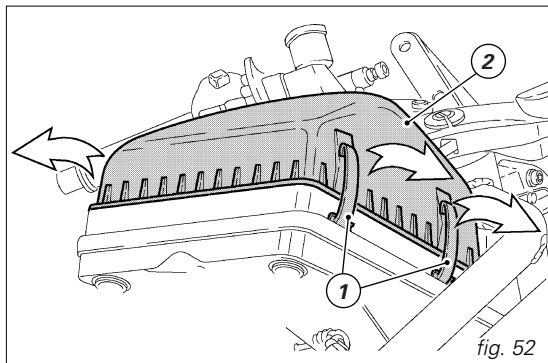
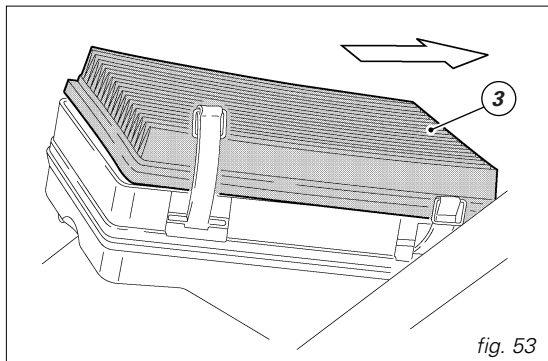

fig. 52
fig. 53
El filtro de aire debe sustituirse respetando los intervalos indicados en la tabla de mantenimiento periódico consultar el Manual de Garantía. Para acceder a la caja filtro es necesario levantar el depósito combustible. Para desmontar el filtro desenganchar las lengüetas (1, fig. 52) de fijación de la tapa posicionadas en ambos lados de la caja filtro y quitar la tapa (2). Desmontar el cartucho filtro (3, fig. 53) y sustituirlo.